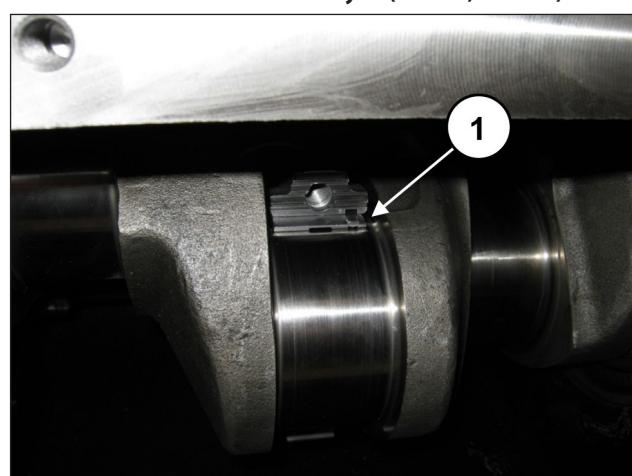

Рис. 67
Вставьте верхние полуподшипники между шатунами и валом (поз. ①, Рис. 67).